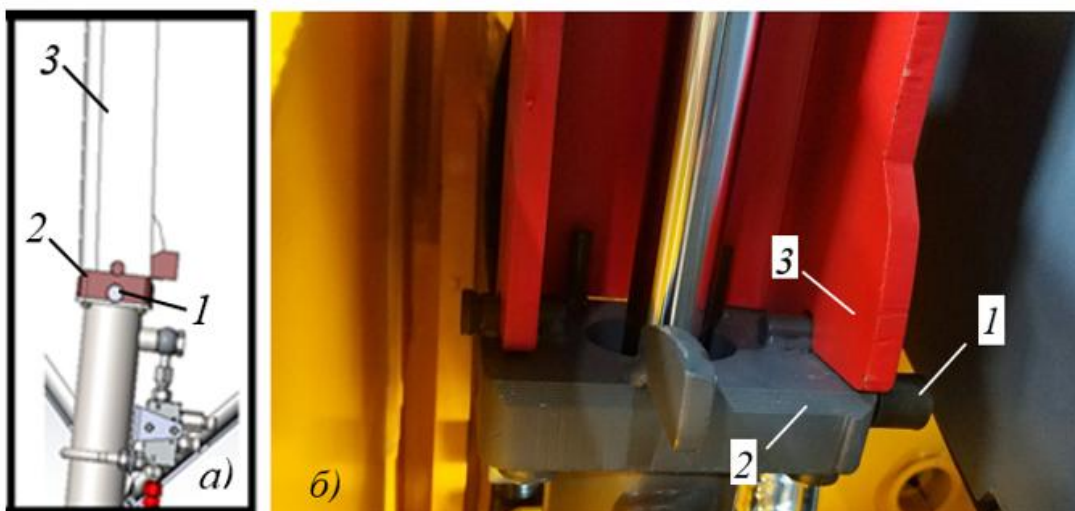

Рисунок 3.22. Блокировка положения кабины
- Качая рычагом 1 рис. 3.20а, опустить кабину до совмещения упора 3 с опорой блокиратора 2, рис. 3.22.